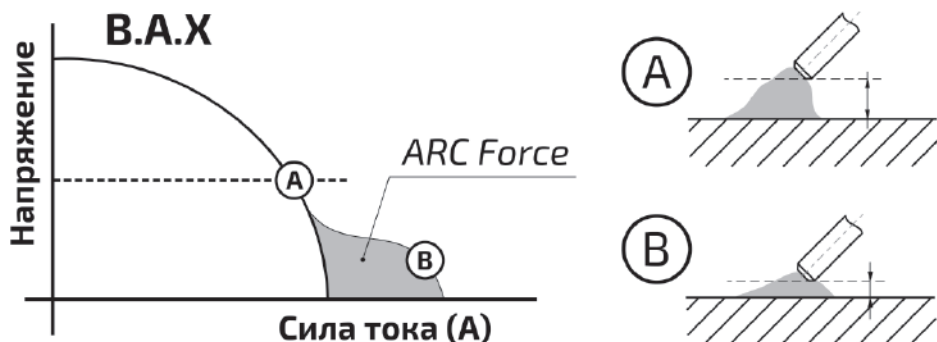

Рис. 7.3. Arc Force.
**Arc Force:** рекомендуется применять при сварке покрытыми электродами на малых токах. В процессе сварки происходит автоматическая регулировка силы сварочного тока, что уменьшает склонность к залипанию покрытого электрода к свариваемой детали (см. рис. 7.3).